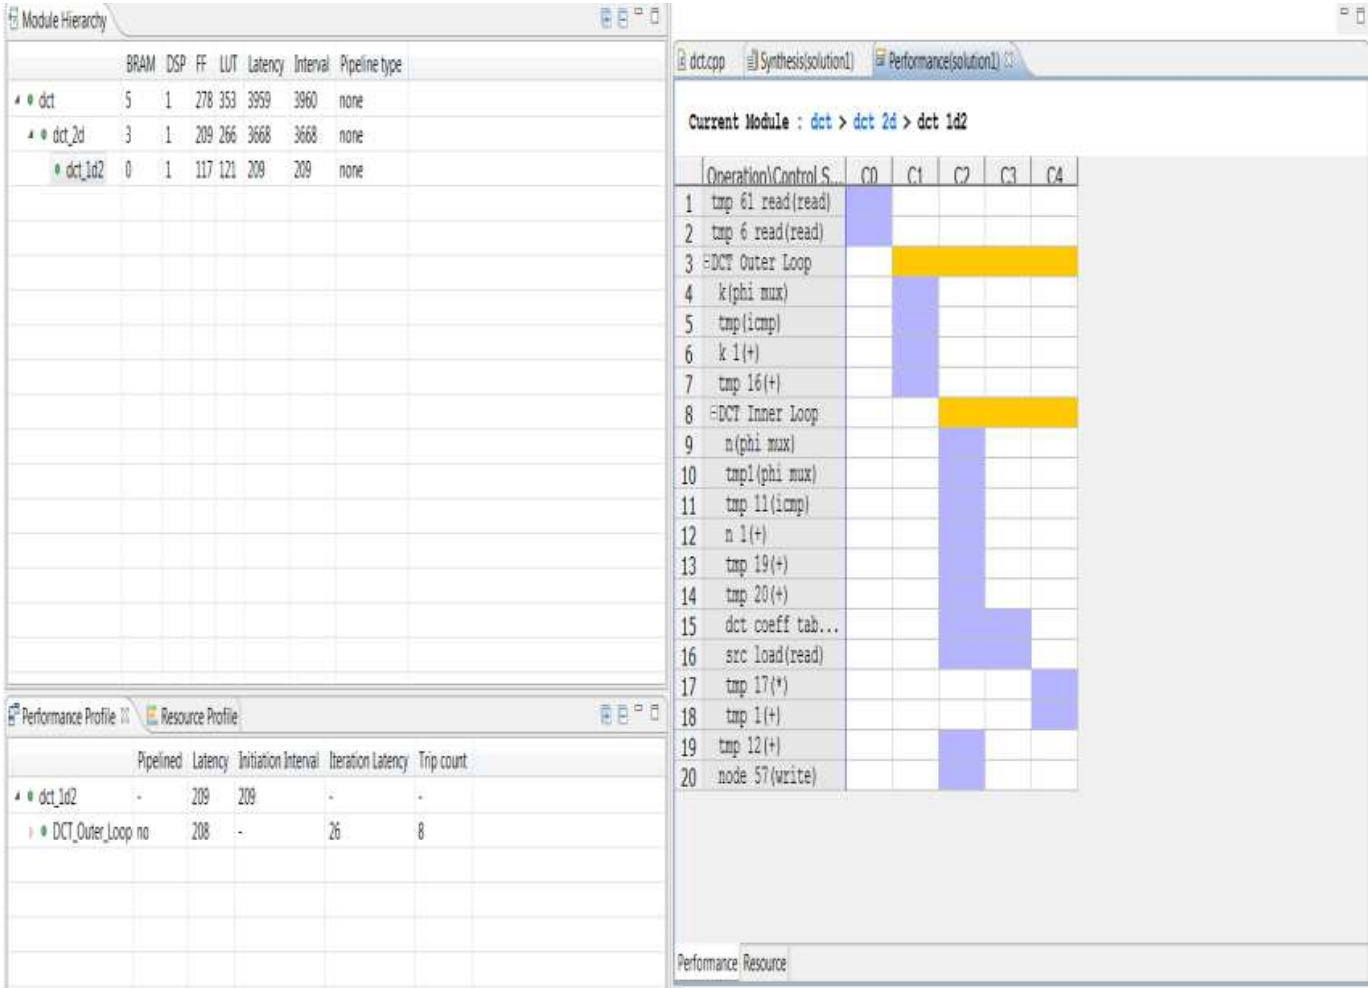

图 6-11:DCT_1D 性能视图
同样，您可以看到许多循环(如图 6-11 所示)。循环确保设计的区域很小，但是设计将需要多个迭代状态来完成：循环的每个迭代将在下一次迭代开始之前完成。
7.在 performance viewer 中单击 dct_2d 块的Row_DCT_Loop 和 Col_DCT_Loop 以完全展开它们，如图 6-11 所示。
9.展开 *Performance Profile* 和 *Performance* 视图中的循环以查看视图 如图 6-11 所示。
在图 6-11 中，您可以看到一系列可以被流水线化的嵌套循环(*Row_DCT_loop*、*Col_DCT_Loop*)。 你可以选择做以下其中之一：